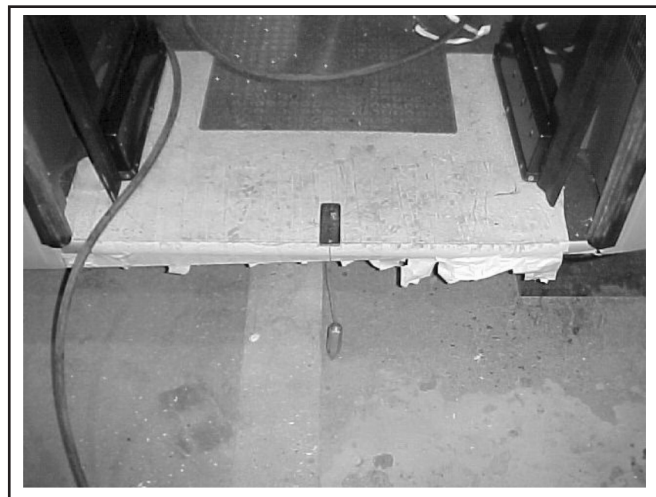

Figure 14 - Pointeau sur porte avant
10. En regardant en direction du seuil de porte avant, et avec le bras de la soupape pointant vers le bas, tourner la soupape dans le sens antihoraire pour dégonfler les ressorts pneumatiques jusqu'à ce que une hauteur de $371 \text{ mm} \pm 6 \text{ mm}$ ($14 \frac{5}{8} \text{ po} \pm \frac{1}{4} \text{ po}$) soit obtenue au seuil de la porte. À ce point, le pointeau touche au sol et la corde n'est pas tendue. Voir Figure 14.